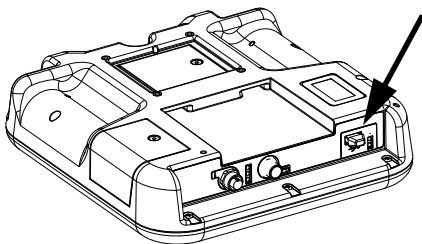

FIG. 60: Puerto USB del módulo ADM
1. Inserte la unidad flash USB en el puerto USB. Consulte FIG. 60.